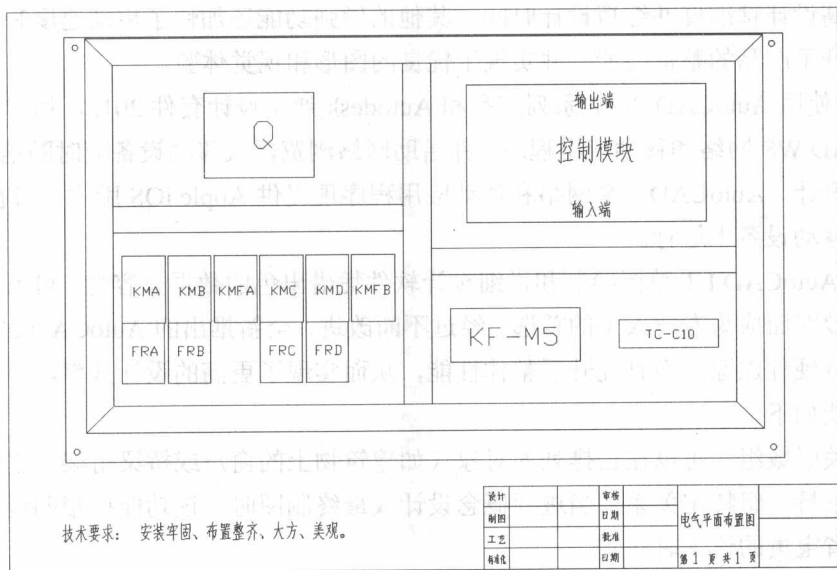

图 1-3 电器元件简易布置图
(3) 电器元件布置图。电器元件布置图主要是用来表明电气设备上所有电机电器的实际位置,为生产机械电气控制设备的制造、安装、维修提供必要的资料。以机床电器布置图为例,它主要由机床电气设备布置图、控制柜及控制板电气设备布置图、操纵台及悬挂操纵箱电气设备布置图等组成。电器布置图可按电气控制系统的复杂程度集中绘制或单独绘制。但在绘制这类图形时,机床轮廓线用细实线或点划线表示,所有能见到的及需表示清楚的电气设备,均用粗实线绘制出简单的外形轮廓。如图 1-3 所示为电器元件简易布置图。